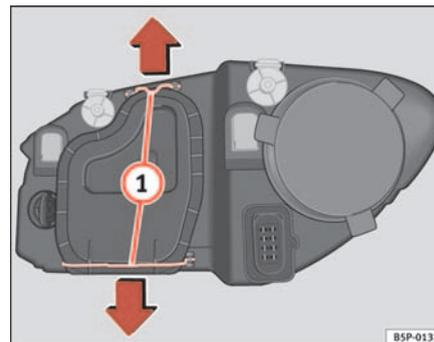

Fig. 181 Feux de croisement
- Déplacez les tirants ⇒ page 266, fig. 181 ① dans le sens de la flèche puis retirez le cache.